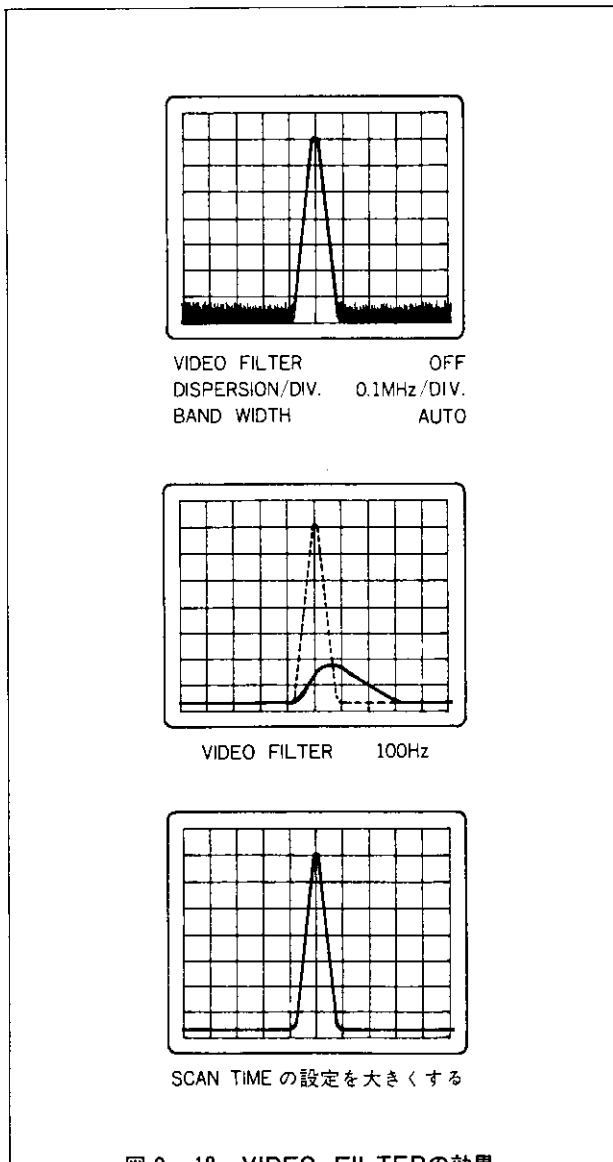

図2-18 VIDEO FILTERの効果
7. 信号波形のすその部分や、底辺部の分解能を上げて信号を見たい場合には **DETECTION MODE** の **VIDEO FILTER** を用います。これは、CRT を駆動する部分に、低域フィルタ(L.P.F.)を入れることによってノイズを平均化しています。L.P.F.の帯域幅は、10kHz、100Hzと切換えることができますが、平均化を有効に行なうためには、L.P.F.の帯域幅をIF帯域幅の1/30以下にするのが適当です。またこの時、L.P.F.の時定数のためレベルが下がることがあります。このような場合には、**SCAN MODE** を **MANU.** で使用するか、**SCAN TIME** のつまみでスキャン速度を遅くして使用して下さい。これによって S/Nが約10dB改善されます。〔図2-18〕